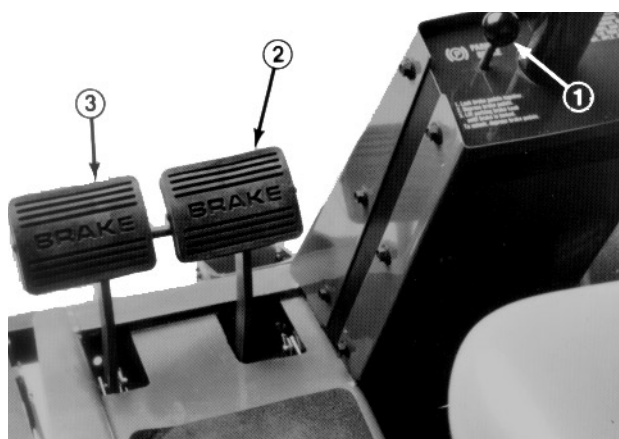
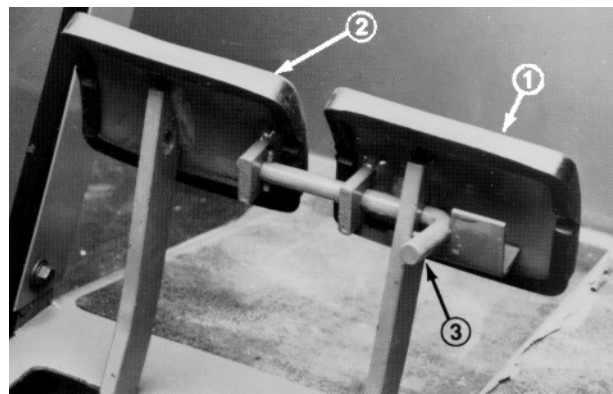

Fig. 8
Fig. 9
Freni di esercizio (Fig. 8)—I pedali dei freni sinistro e destro sono collegati alle ruote anteriori sinistra e destra. I freni funzionano indipendentemente l'uno dall'altro quindi possono essere utilizzati per sterzate a tornante o per aumentare la trazione se una ruota tendesse a slittare su un pendio. Utilizzando i pedali per sterzare bruscamente su prati bagnati o soffici si può danneggiare l'erba; per un rapido arresto premere entrambi i pedali insieme. Collegare sempre i freni quando si trasporta il trattorino.
Freno di stazionamento—Quando il motore è spento innestare sempre il freno di stazionamento per impedire movimenti accidentali. Per innestare il freno di stazionamento spingere la leva di bloccaggio (Fig. 9) sul pedale del freno sinistro in modo che si blocchi insieme con il pedale destro. Ora spingere a fondo su entrambi i pedali, tirare la manopola del freno di stazionamento (Fig. 8), quindi rilasciare i pedali. Per rilasciare il freno di stazionamento premere entrambi i pedali fin quando la manopola del freno non si retrae. Prima di avviare il motore si può comunque disinnestare la leva di bloccaggio dal pedale del freno sinistro in modo che i pedali funzionino indipendentemente sulle ruote anteriori.
1. Verificare che il freno di stazionamento sia innestato, che l'interruttore della presa di forza sia in posizione OFF e che la leva di sollevamento si trovi in posizione di TRASPORTO o FLOTTAZIONE (Fig. 9). Togliere il piede dal pedale di trazione ed accertare che sia in folle.
2. Spostare la leva del gas (Fig. 9) a fondo in posizione FAST.
3. In temperature inferiori a 15°C premere in posizione ON l'interruttore della candela ad incandescenza (Fig. 9) e tenerlo premuto per il tempo consigliato.